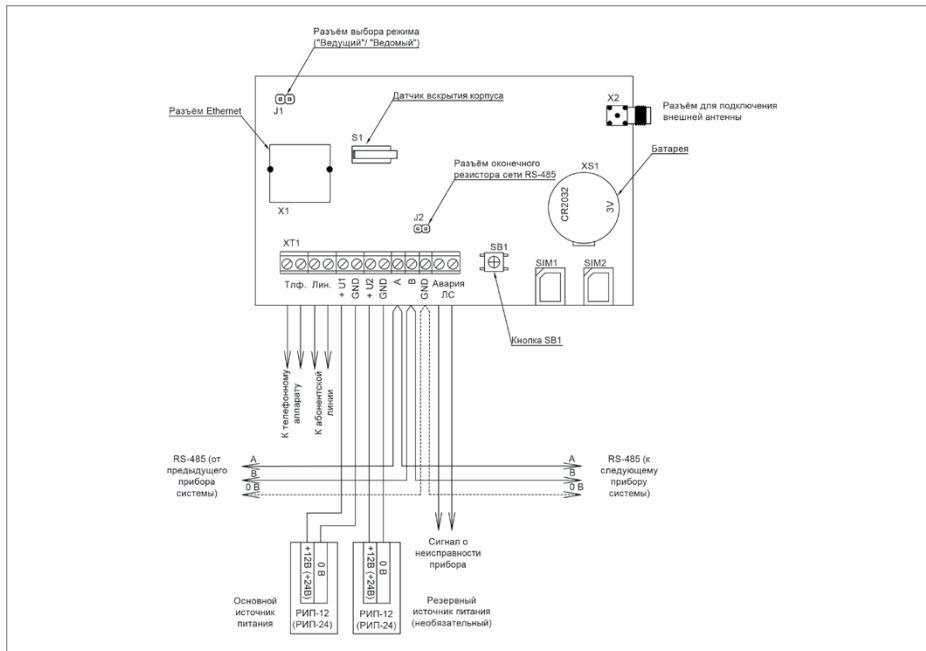

Рисунок 7. Схема подключений устройства «С2000-PGE»
1.3. Подключение соединительных линий производите в соответствии с проектной документацией и схемой на Рисунок 7.